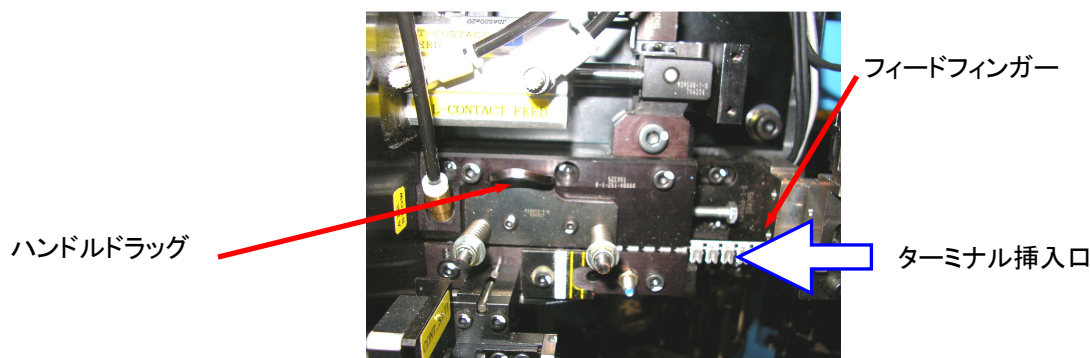

Fig 6-1-1
- ① ターミナルをリールサポートに取り付け、ターミナルを引き出します。
- ② ハンドルドラッグを手前に倒し、その状態でターミナル挿入口からターミナルを挿入します。[Fig 6-1-1]